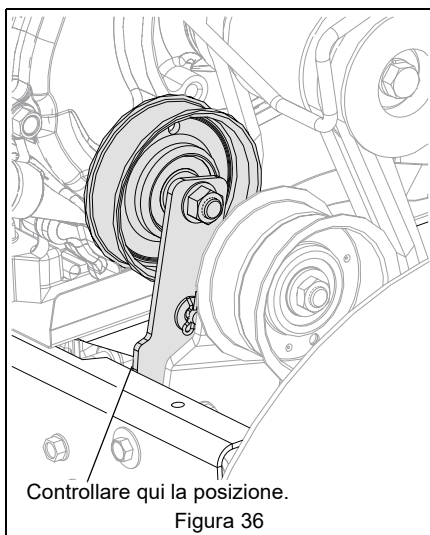

Figura 36
5. Con la frizione di trazione disinnestata, assicurarsi che il braccio del tendicinghia della fresa tocchi il telaio. Vedere Figura 36.